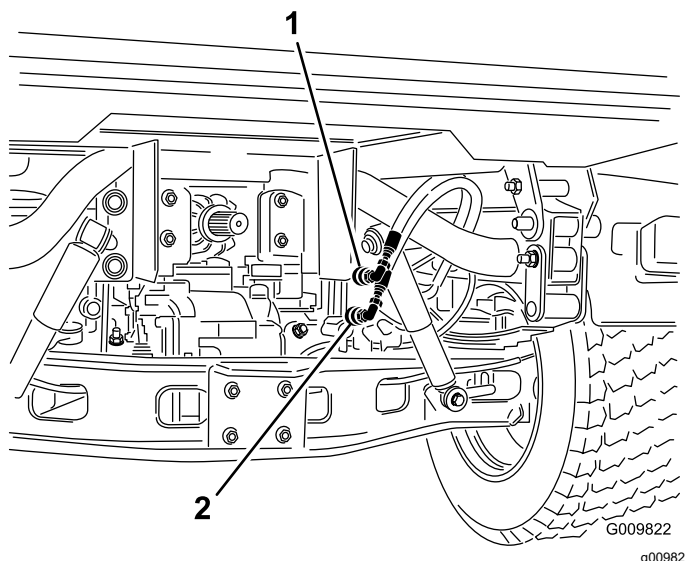

Figure 71
2. Sur les deux machines, débranchez les 2 flexibles à raccords rapides des flexibles fixés au support de raccord (Figure 71).